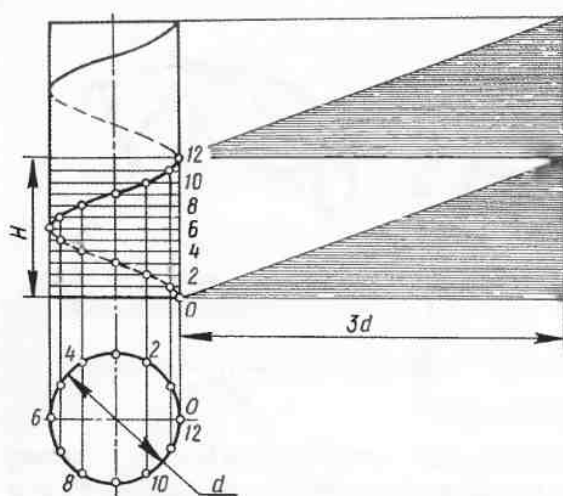

Рис. 211. Построение цилиндрической винтовой линии. Развертка винтовой линии в гипотенузу прямоугольного треугольника
**Цилиндрическая винтовая линия.** Для построения цилиндрической винтовой линии (рис. 211) окружность и величина шага  $H$  делятся на одинаковое число равных частей. Дальнейшее построение ясно из чертежа.